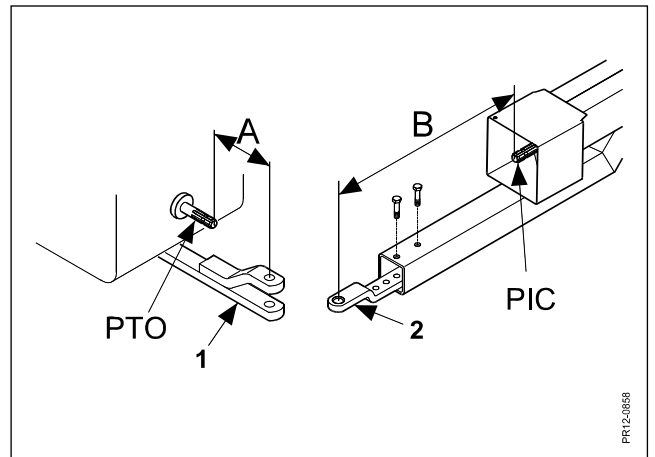

Fig. 2-6
Fig. 2-6 Indstil traktorens trækbom (1), således at afstanden "A" bliver mindst mulig. Indstil maskinens trækbom (2), således at afstanden "B" bliver størst mulig. Maskinens trækbom (2) skal vendes, så KO-akslen er så tæt på vandret som muligt.